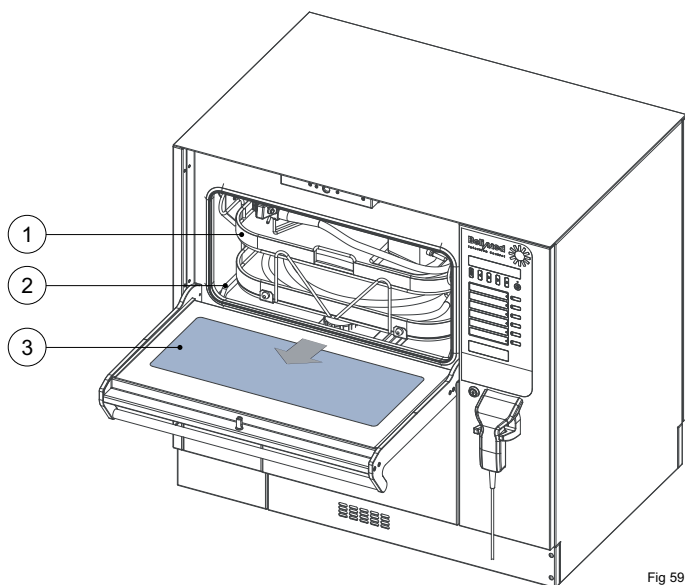

Fig 591
- ▶ Endowagen herausziehen (Fig. 591)